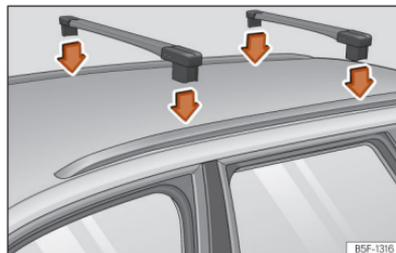

Abb. 196 Befestigungspunkte der Längsträger für den Dachgepäckträger (Leon Sportstourer).
Gültig für Leon Sportstourer: Die Querstangen werden an der seitlichen Dachring angebracht »» (Abb. 196). Der Abstand zwischen den Querstangen (A) muss etwa 75 cm betragen und der Abstand der Querstange vorn zu der Halterung vorn der Seitenstange des Dachs (B) muss 30 cm betragen.